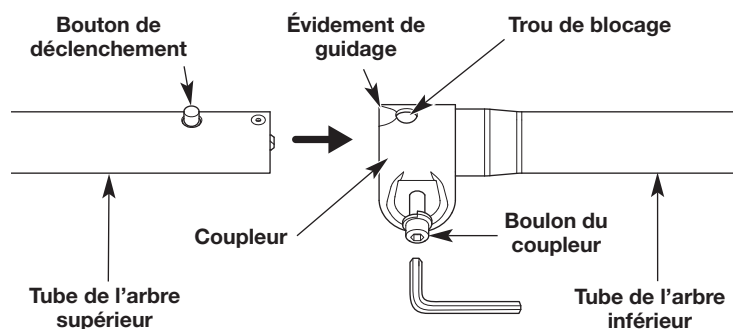

Fig. 4
2. Avec une clé hexagonale de 5 mm, desserrez le boulon du coupleur (Fig. 4).
3. Tout en tenant fermement l'arbre supérieur, poussez-le tout droit dans le coupleur jusqu'à ce que le bouton de déclenchement s'enclenche correctement dans le trou de blocage (Fig. 4).
**REMARQUE :** l'alignement du bouton de déclenchement avec l'évidement de guidage facilitera l'installation (Fig. 4).
4. Serrez le boulon du coupleur jusqu'à ce que les arbres supérieur et inférieur soient fermement raccordés (Fig. 4).
**ATTENTION :** avant d'utiliser l'appareil, assurez-vous que le bouton de déclenchement est complètement enclenché dans le trou de blocage (Fig. 4) et que le boulon du coupleur est correctement serré.